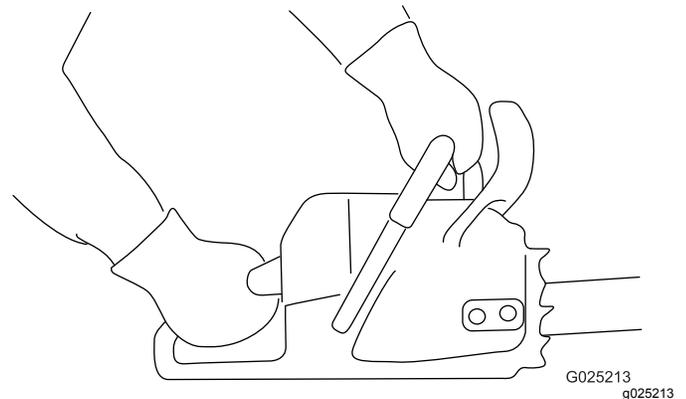

Figura 11
- Agarre la motosierra con las dos manos, con la mano izquierda en la empuñadura delantera y la mano derecha en la empuñadura trasera, como se muestra en Figura 11.
1. Sujete la motosierra como se muestra en la Figura 11.
3. Sujete la motosierra como se muestra en la Figura 11.